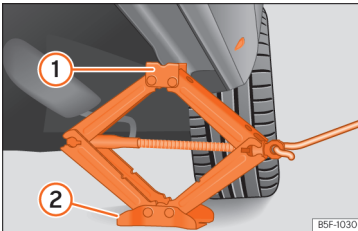

Abb. 191 Längsholm: Wagenheber ansetzen.
- Drehen Sie die Kurbel des unter dem Aufnahmeplatz des Längsträgers befindlichen Wagenhebers, bis sich die Nase **1** >>> **Abb. 191** unter der vorgesehenen Einführung befindet.